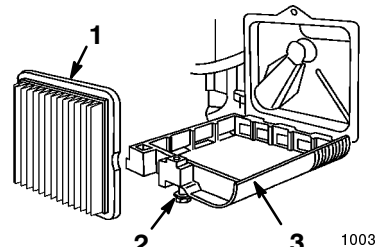

Figure 22
3. Desserrez la vis qui fixe le couvercle du filtre à air au moteur (Fig. 22).
4. Abaissez le couvercle du filtre à air et nettoyez-le soigneusement (Fig. 22).
5. Enlevez et jetez l'élément filtrant en papier (Fig. 22).
6. Enlevez et jetez l'élément filtrant en papier (Fig. 22).